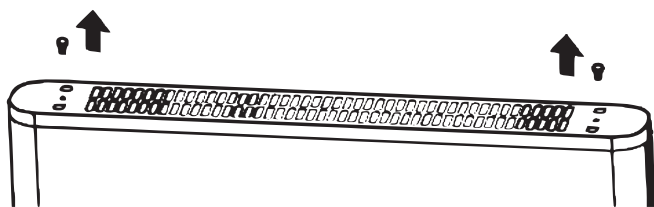

Figura 1
1. De acuerdo con la figura 1, gire el equipo hacia abajo, quedando la parte inferior hacia arriba. Desenrosque los tornillos.